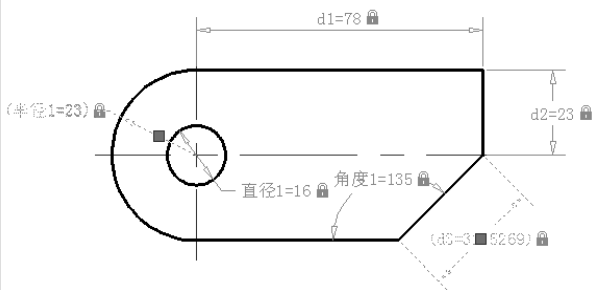

图 11-30 更改为参照约束
(8) 将两个选定的动态标注约束更改为参照约束。选择对齐标注约束和半径标注约束，接着单击“特性”按钮，打开“特性”选项板，从“参照”下拉列表框中选择“是”选项，如图 11-30 所示。